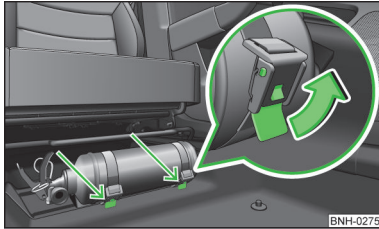

Abb. 126
- Die beiden Gurte lösen, indem an den jeweiligen Sicherungen in Pfeilrichtung gezogen wird » Abb. 126.